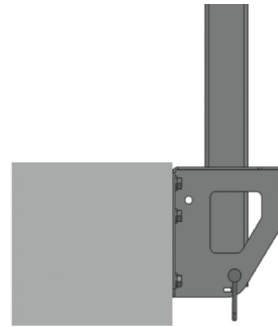

Figure 1 : Montage vertical/Vertical mounting
2. Pour le toit et le plancher de béton, fixer chacune des bases des garde-corps à l'aide de 6 ancrages de $\text{Ø}1\frac{3}{4}" \times 1\frac{3}{4}"$. Pour les planchers de bois, utiliser 6 tire-fond de $\text{Ø}5\frac{1}{16}" \times 2"$. Utiliser dans du bois sain d'épinette ou équivalent, avec absence de nœuds et d'une épaisseur minimale de 2". Pour fixer le garde-corps à un élément en acier, utiliser 6 vis auto perçantes $\frac{1}{4}-14 \times 1\frac{1}{2}"$ dans une membrure d'acier d'au minimum $\frac{1}{4}"$ d'épaisseur. Positionner les vis tel qu'indiqué sur la figure 1 du montage vertical en page 4.
2. To fasten the bases of each guardrails to the concrete floor or the roof, use 6 wedge bolts of $\text{Ø}1/4" \times 1 \frac{3}{4}"$. To fix on wood stairs, use 6 lag bolts of $\text{Ø}5/16" \times 2"$. Must be installed into solid spruce lumber or equivalent without knots with a minimum thickness of 2". To fasten the guardrail to a steel component, use 4 $\frac{1}{4}-14 \times 1 \frac{1}{2}"$ self-tapping screws into a minimum steel thickness of $\frac{1}{4}"$. Position all 6 screws according to the vertical mounting option shown on figure 1 on page 4.